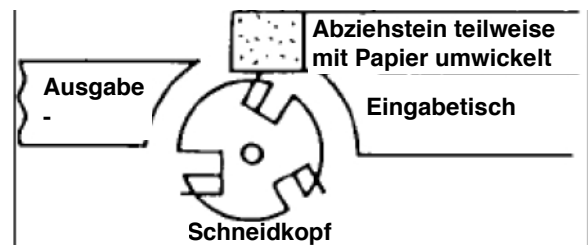

Abb. 25: Arbeits-Ablauf beim Langloch-Bohren
Schritt 3: Um den Eingabetisch vor Kratzern zu schützen, decken Sie den Schleifstein teilweise mit Papier ab (Abb. 25).